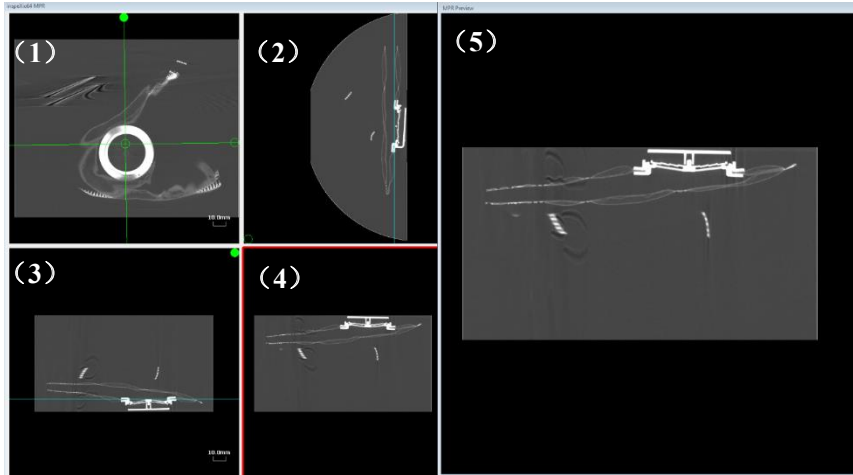

图 3 呼吸阀口罩的 MPR 图像
接下来使用 CT 扫描观察整个呼吸阀口罩, 并生成多平面重建 (MPR) 图像 (图 3)。MPR 是将记录的 CT 图像排列在虚拟空间并显示任意截面的图像的功能。如图 3 所示, 可以显示如 (1) 所示的 CT 图像, 如 (2) 和 (3) 所示的与 (1) 正交的横截面的图像, 以及任意角度的横截面的图像, 如 (4) 所示。